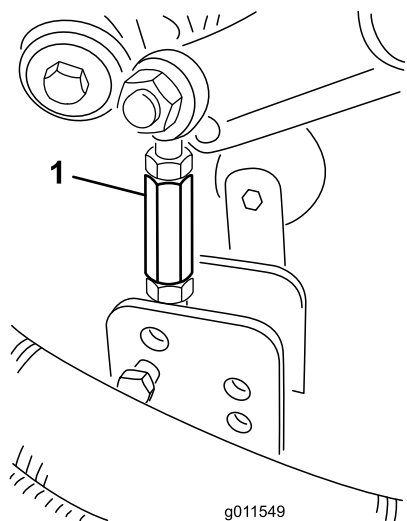

Figure 3
1. Retirez la goupille fendue et l'axe de chape qui fixent la biellette de hauteur de coupe au support de hauteur de coupe sur le plateau (Figure 3).